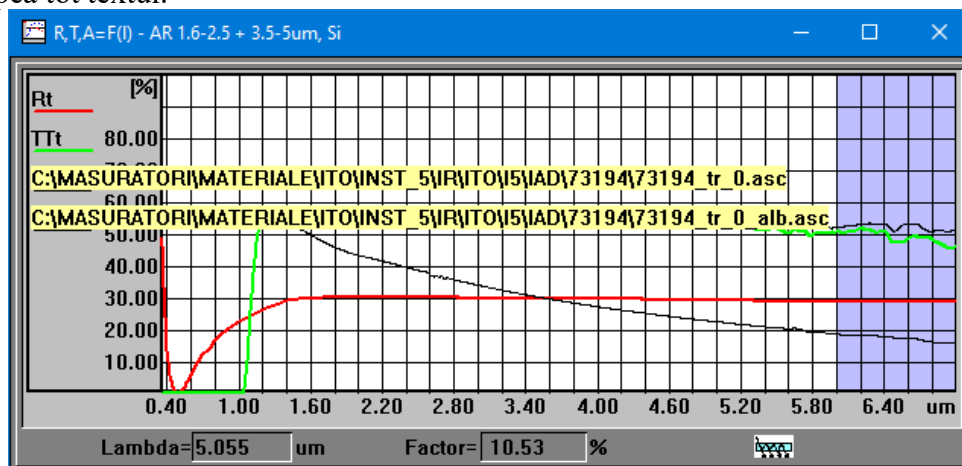

Fig. 4.7
- **Lista fisiere incluse** – se afiseaza in grafic fisierele incluse ca in Fig. 4.7. Facand dublu clic in fereastra sau modificand dimensiunile ferestrei se sterg aceste date. Mariti dimensiunile ferestrei ptr. a incapa tot textul.